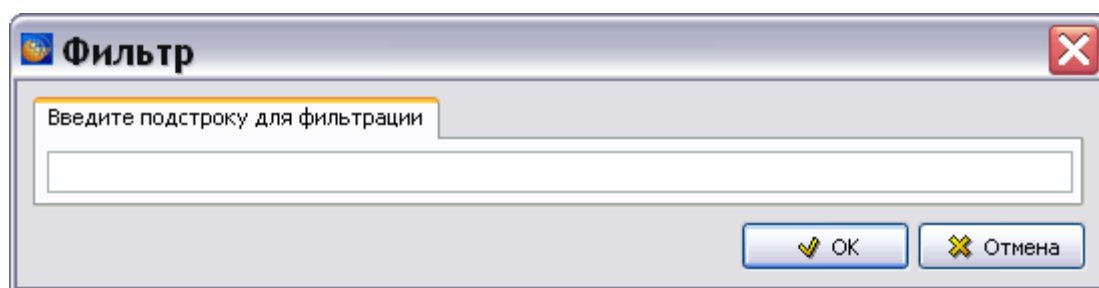

Рис. 170
3. В окне **Фильтр** введите слова для фильтрации (Рис. 170).